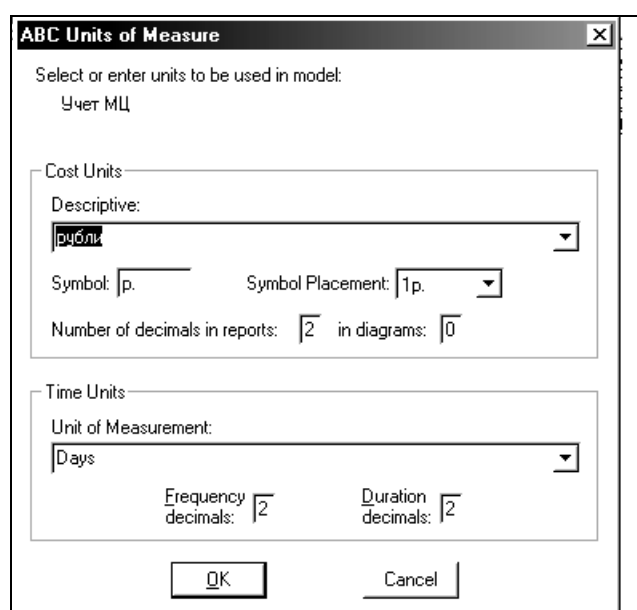

Рисунок 2.1 – Диалог ABC Units
1. При проведении стоимостного анализа в Process Modeler (BPwin) сначала задайте единицы измерения времени и денег. Для задания единиц измерения следует выбрать пункт меню Edit/ABC Units (см. рисунок 2.1). Если в списке выбора отсутствует необходимая валюта (например, рубль), ее можно добавить. Символ валюты по умолчанию берется из настроек Windows. Диапазон измерения времени в списке Unit of measurement достаточен для большинства случаев от секунд до лет.